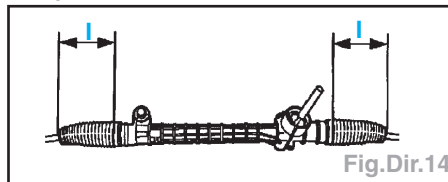

Fig.Dir.14
- Tourner l'arbre de crémaillère jusqu'à ce que les soufflets aient la même longueur des deux cotés et que les roues se trouvent en position de marche «ligne droite» (Fig.Dir.14).